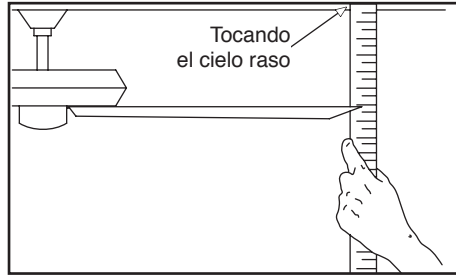

Figura 14
2. La mayoría de los problemas de oscilación del ventilador se deben a que las aspas no están al mismo nivel. Verifica este nivel seleccionando un punto en el techo sobre la punta de una de las aspas. Mide desde un punto en el centro de cada aspa al punto en el techo. Mide esta distancia como muestra la Figura 14. Gira el ventilador hasta que la siguiente aspa quede en posición para medir. Repite el procedimiento para cada aspa. Las desviaciones de la medición no deben pasar de $1/8"$ (3.2 mm). Enciende el ventilador por 10 minutos.